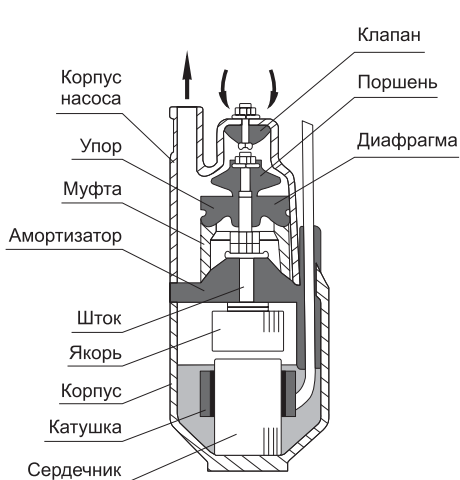

Рис. 1. Модели HB-1, HB-2
6. УСТРОЙСТВО НАСОСА И ПРИНЦИП РАБОТЫ (рис. 1, 2)